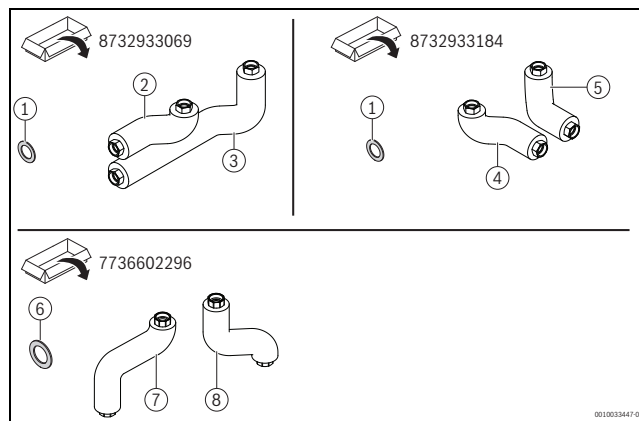

Bild 3 Optionale Rohrgruppen
Die Rohrgruppe HF-Set HYC25 als zentrale hydraulische Komponente ermöglicht in Verbindung mit weiteren optionalen Rohrgruppen (→Bild 3) den Anschluss einer Wärmepumpen-Außeneinheit an einen konventionellen Wärmeerzeuger.
- Rohrgruppe zur seitlichen Anbindung der Wärmepumpe (links, rechts oder nach hinten), je nach Installationsvariante; → Bild 3, [1 – 5]).
- Rohrgruppe zum Anschluss der Heizkreis-Sets (→ Bild 3, [6 – 8]).